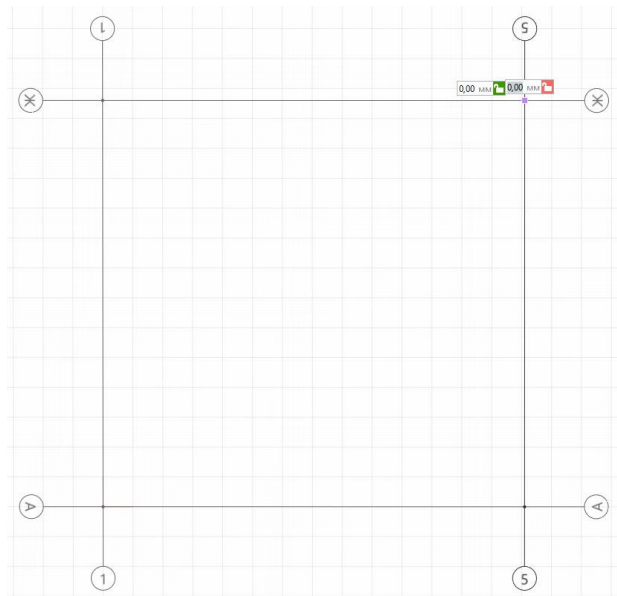

Рис. 14 Построение оси 5
8. Построим **ось 5** параллельно оси 1 с помощью объектных привязок, указав точку на оси А и затем на оси Ж, как показано на рисунке (рис. 14).